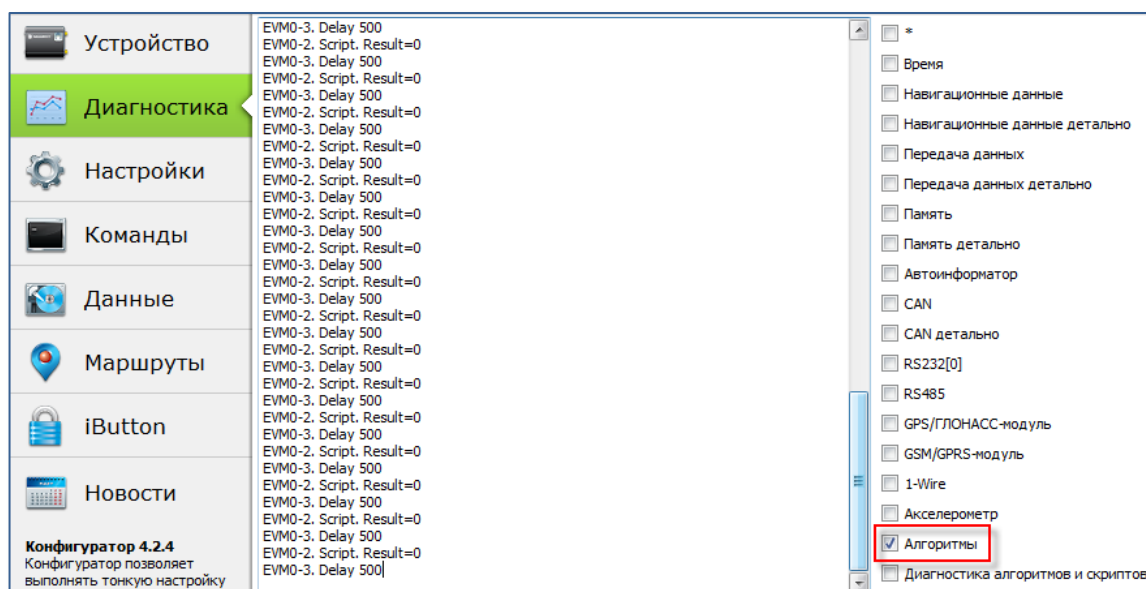

Рисунок 12. Проверка работоспособности
10. для проверки работоспособности алгоритма перейдите на вкладку «Диагностика» Конфигуратора, отметьте параметр «Алгоритмы» и проверьте наличие диагностических сообщений (Рис. 12):